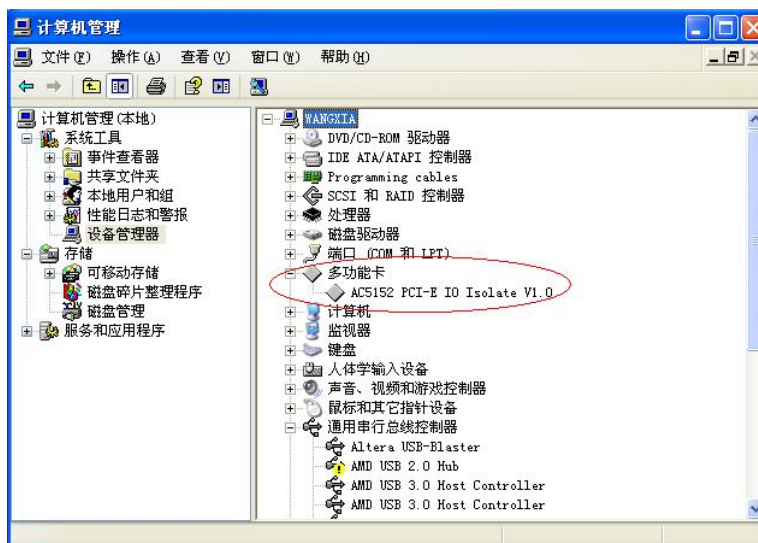

图 2.1 XP 系统下驱动完成效果图
7. 等待驱动安装完成，点击“完成”。 驱动安装结束。安装完成后，如图 2.1 所示。